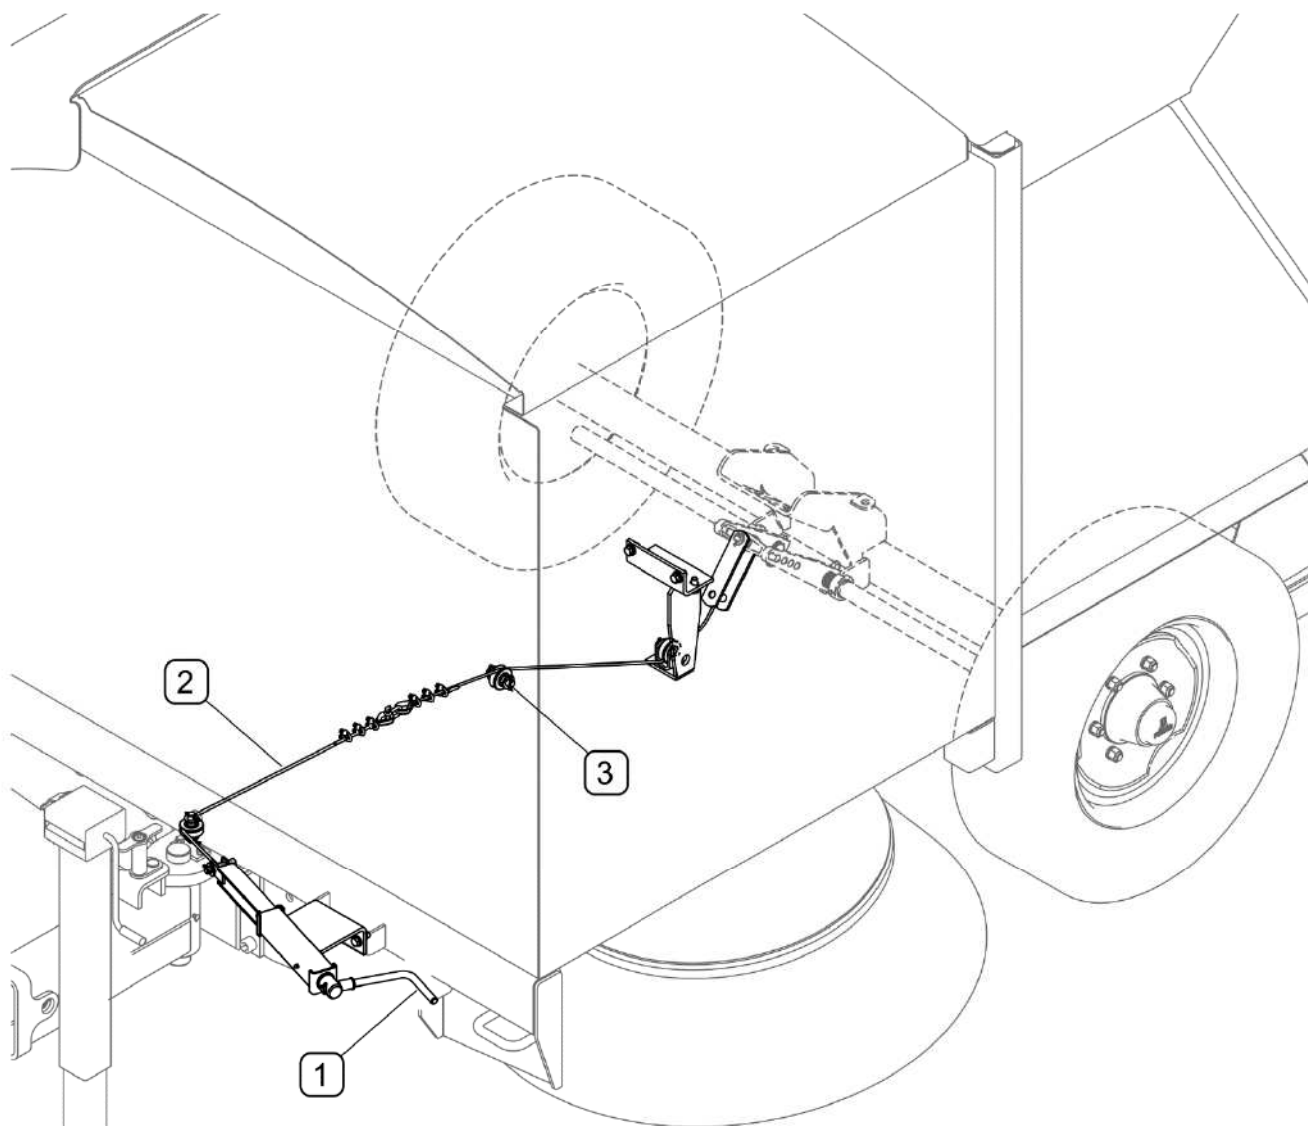

РИСУНОК 3.6 Стояночный тормоз
Механизм управления стояночным тормозом (РИСУНОК 3.6) находится спереди подметально-уборочной машины и служит для удержания машины неподвижно во время стоянки. Для затормаживания стояночным тормозом необходимо вращать рукоятку кривошипного механизма (1) в направлении по часовой стрелке. Натягивая стальной трос (2), механизм вызывает выдвижение тормозных кулаков и раздвижение тормозных колодок, затормаживая таким образом машину. Чтобы растормозить стояночный тормоз машины, нужно вращать рукоятку тормозного механизма в направлении против часовой стрелки.